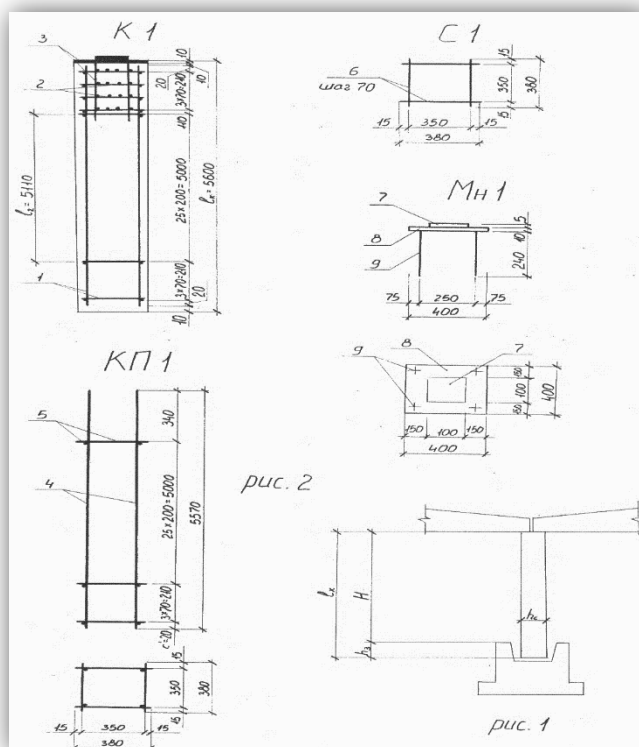

Рис. 1. Ведомость расхода стали на колонну
1.8 Конструирование колонны (рис.1, 2).
Ведомость расхода стали на колонну указана на рис. 1.